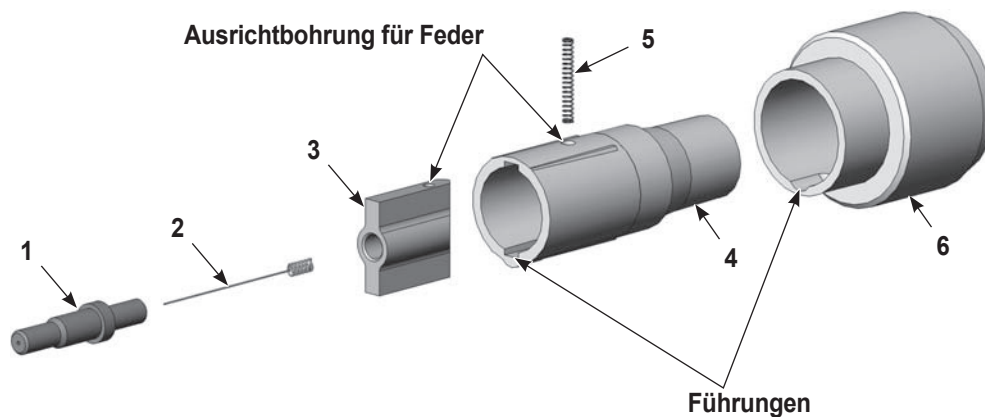

Abbildung 20 Ersetzen der Elektrodenhalterungshülse
**Details zur SD Elektrodenhalterung:** siehe Abbildung 20
- Die SD Elektrodenhalterung besteht aus den Positionen (3), (4), (5) und (6).
- Die Hülse (4) und die Feder (5) werden als ein Satz verkauft.
- Die Halterungsbaugruppe (6) beinhaltet einen Widerstand. Wenn der Widerstand defekt ist, muss die gesamte Baugruppe ersetzt werden.
- Die Elektrode (2) und der Elektrodenhalter (1) werden separat verkauft. Für Konus- und Flachsprüh-/Winkelsprühdüsen sind unterschiedliche Elektrodenhalter erforderlich.